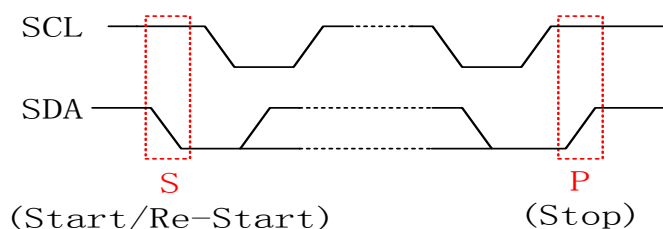

图 3-24 起始/停止标识时序图
- 起始标志（Start/Re-Start）：当 SCL 为高电平时，SDA 由高电平变低电平，如图 3-24 所示；
- 停止标志(Stop):当 SCL 为高电平时，SDA 由低电平变为高电平，如图 3-24 所示；